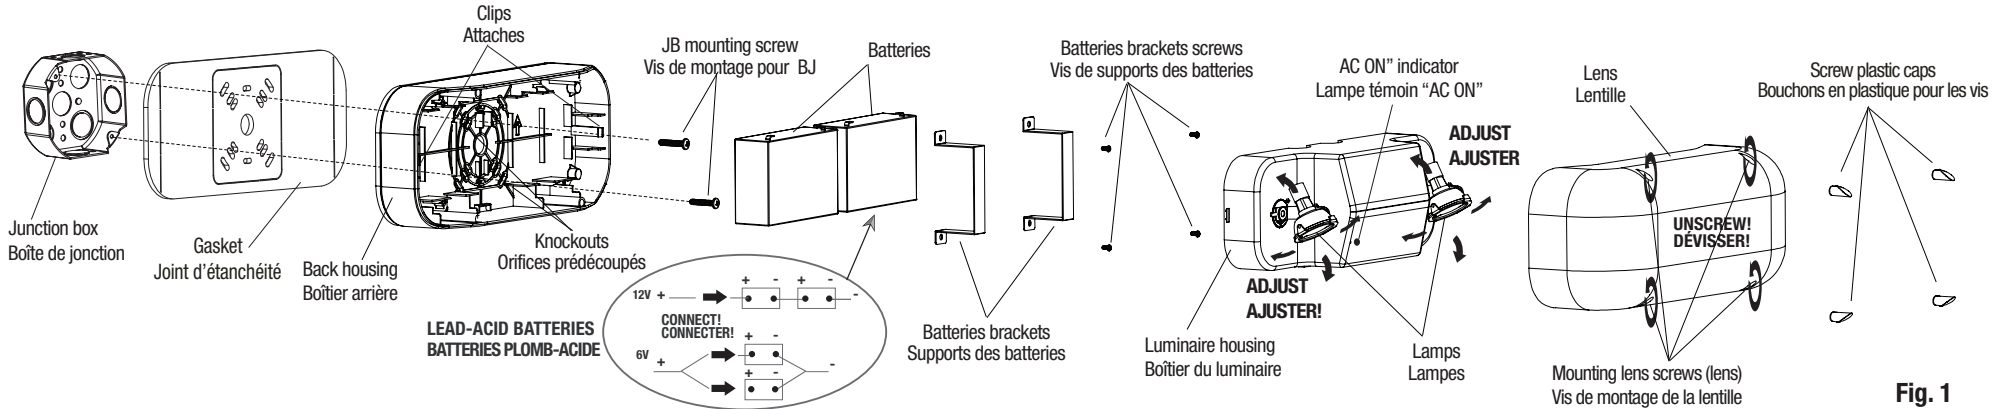

Fig. 1
3. Remove the lens, the luminaire housing and the batteries (detach the two brackets by unscrewing the four screws (use screwdriver PH2X))(see Fig. 1).
- 4.a For installation on the junction box only (Fig.1), break through appropriate knockouts into the back housing. Paste properly the gasket on the back of the unit and route wires through the central hole.
- 6.a For installation on the junction box only (Fig.1), use the two screws to mount the back housing to the surface over the recessed junction box. Tighten the screws enough to compress the gasket to ensure a good sealed joint. (use screwdriver PH2X).
3. Enlever la lentille, le boîtier du luminaire et les batteries (détacher les supports de fixation en dévissant les 4 vis (utiliser le tournevis PHx2) (voir la Fig. 1).
4.a. Pour l'installation sur une boîte de jonction seulement (Fig. 1), défoncer les orifices prédécoupés appropriés dans le boîtier arrière. Coller correctement le joint d'étanchéité à l'arrière de l'unité et passer les fils électriques par l'orifice central.
- color) of the battery (see Fig. 1 detail).